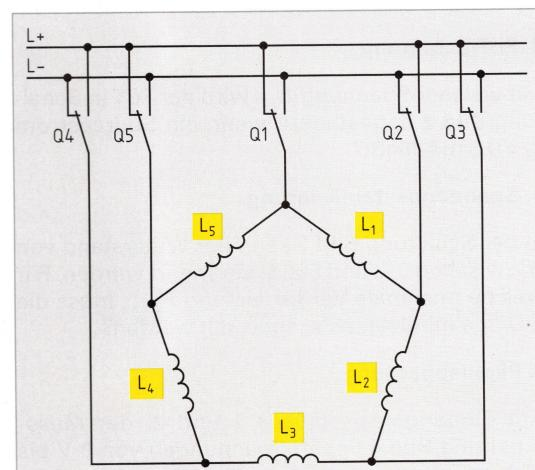
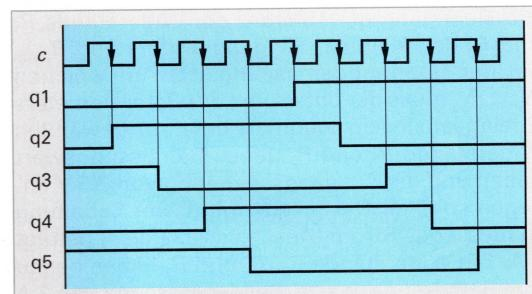

Bild 2: Fünfstrang-Schrittmotor
Bild 3: Zeitablaufdiagramm für Fünfstrang-Schrittmotor Bild 2 in Vierstrang-Ansteuerung (ein Strang jeweils überbrückt)
5. Für einen Zweistrang-Schrittmotor mit dem Zeitablaufdiagramm **Bild 2**, vorhergehende Seite, ist der Zähler mit Codeumsetzer der Steuerschaltung zu entwerfen, wobei aber mittels eines Schalters Q1 wahlweise Rechtslauf oder Linkslauf stattfinden kann. Dabei soll der Schalter bei Rechtslauf H-Pegel in den Codeumsetzer einbringen. a) Skizzieren Sie das Zeitablaufdiagramm für Linkslauf. b) Bis zu welcher Zahl muss der Zähler zählen können? c) Wie lauten die minimierten Schaltfunktionen? d) Geben Sie die Schaltung des Codeumsetzers aus NAND-Elementen mit komplementären Ausgängen an.
6. Für die Steuerschaltung eines Zweistrang-Schrittmotors mit dem Zeitablaufdiagramm **Bild 2**, vorhergehende Seite, ist ein besonderer Zähler aus beschalteten JK-Kippliedern zu entwerfen, bei dem aber mittels eines Schalters wahlweise Rechtslauf oder Linkslauf einzustellen ist. Der Schalter soll bei Linkslauf H-Pegel in den Codeumsetzer einbringen. a) Skizzieren Sie das Zeitablaufdiagramm für Linkslauf. b) Wie viele Kipplieder muss der Zähler haben? c) Wie lauten die minimierten Schaltfunktionen? d) Wie lauten die Problemfunktionen?
7. Ein Fünfstrang-Schrittmotor nach **Bild 2** hat das Zeitablaufdiagramm **Bild 3**. Es soll ein Zähler aus beschalteten JK-Kippliedern für die Steuerschaltung der elektronischen Schalter Q1 bis Q5 entworfen werden. Der nachgeschaltete Codeumsetzer ist vorhanden. a) Wie viele Kipplieder sind erforderlich? b) Geben Sie die Problemfunktionen an.
8. Ein Fünfstrang-Schrittmotor nach **Bild 2** soll wie im Zeitablaufdiagramm **Bild 3** angesteuert werden. Die Steuerschaltung für die elektronischen Schalter Q1 bis Q5 soll einen Zähler mit Codeumsetzer enthalten. a) Bis zu welcher Zahl muss der Zähler mindestens zählen können? b) Wie lauten die minimierten Schaltfunktionen? c) Geben Sie die Schaltung des Codeumsetzers mit NAND-Elementen für einen 4-Bit-Zähler 0 bis 15 an.